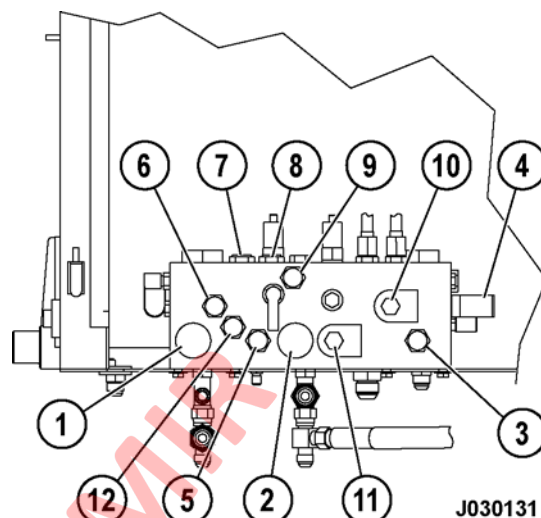

FIGURA 3-12. MÚLTIPLE DE FRENOS
2. Ponga la palanca de control de dirección en ESTACIONAMIENTO y active el interruptor de descanso (rest). Gire el interruptor de arranque a OFF para apagar el motor y espere 90 segundos para que los acumuladores del sistema de dirección se purguen. Abra las válvulas de purga (1) y (2, Figura 3-12) para purgar los acumuladores de freno.
NOTA: La válvula de retención (3, Figura 3-12) y la válvula reductora (4) tienen un disco de orificio ubicado bajo ellas. Ambos orificios son de distinto tamaño. Por lo tanto, es muy importante hacer coincidir correctamente cada orificio con su ubicación adecuada de montaje.
3. Antes de instalar la válvula de retención (3, Figura 3-12) o la válvula reductora (4), consulte la Figura 3-13 para un montaje correcto del disco de orificio. Los discos de orificio deben instalarse en la dirección que se muestra para una operación adecuada.
1. Gire las válvulas de purga (1) y (2, Figura 3-12) del acumulador hacia la izquierda para abrirlas. La válvula izquierda (1) purgará el circuito de freno trasero y la válvula derecha (2) purgará el acumulador del circuito de freno delantero.